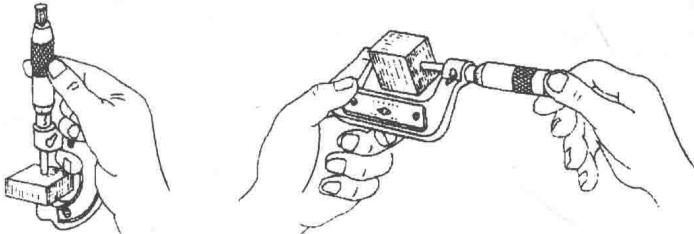

图 1-30 千分尺的使用
2) 测量时, 应首先擦净零件。在测量过程中, 既可以用单手操作, 也可以用双手操作, 如图 1-30 所示。